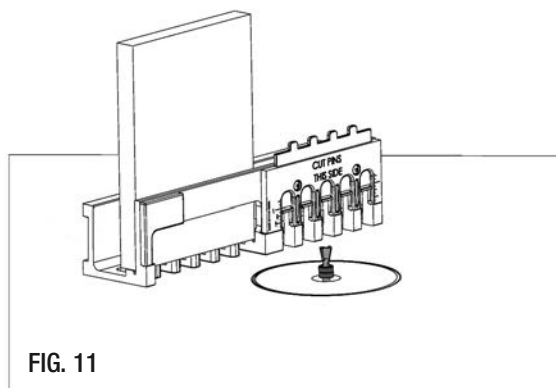

FIG. 11
6. Sujete la tabla a un banco con las abrazaderas o asegúrela con un tornillo de banco como se muestra (FIG. 10) o si está usando una mesa fresadora, asegúrese de que la cara que dice "Cut tails this side" (Cortar colas por este lado) quede de cara a la mesa fresadora (FIG. 11).